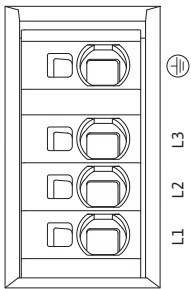

Fig. 27: Bornes de potencia (Bornes de conexión a la red)
- Bornes de potencia (Bornes de conexión a la red) (Fig. 27)